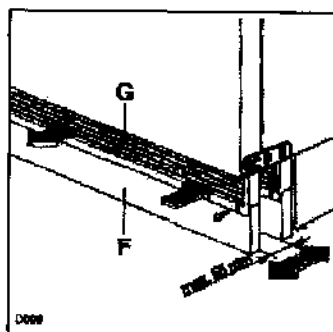

рис. 7
Цоколь (F) (рис. 7) регулируется по глубине (максимум 55 мм).